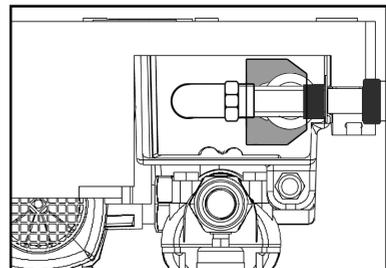

Bild 7
- **Das Schwimmventil bei der Installation der Trinkwasserleitung nicht verdrehen oder verbiegen, ggf. an den entsprechenden Schlüssel­flächen des Schwimmventils gehalten, siehe Bild 7 (schwarz eingefärbt)!**
- Der Auftriebskörper des Schwimmventils muß senkrecht im Trinkwasserbehälter ausgerichtet sein, siehe Bild 7 (hellgrau eingefärbt)!